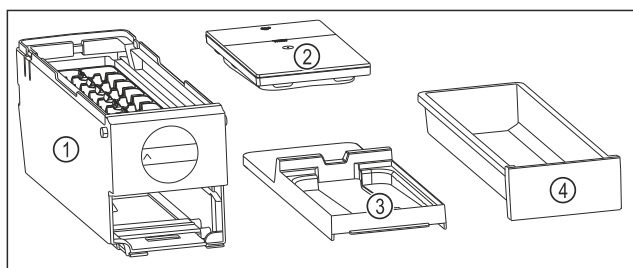

Fig. 132 Súčasti EasyTwist-Ice
- ▷ EasyTwist-Ice je rozložený na štyri časti. (pozri Fig. 132)
- ▶ Rozložte EasyTwist-Ice len na tie súčasti, ktoré sú na obrázku. (pozri Fig. 132)
- ▶ Korpus EasyTwist-Ice Fig. 132 (1) vyčistite ako celok.